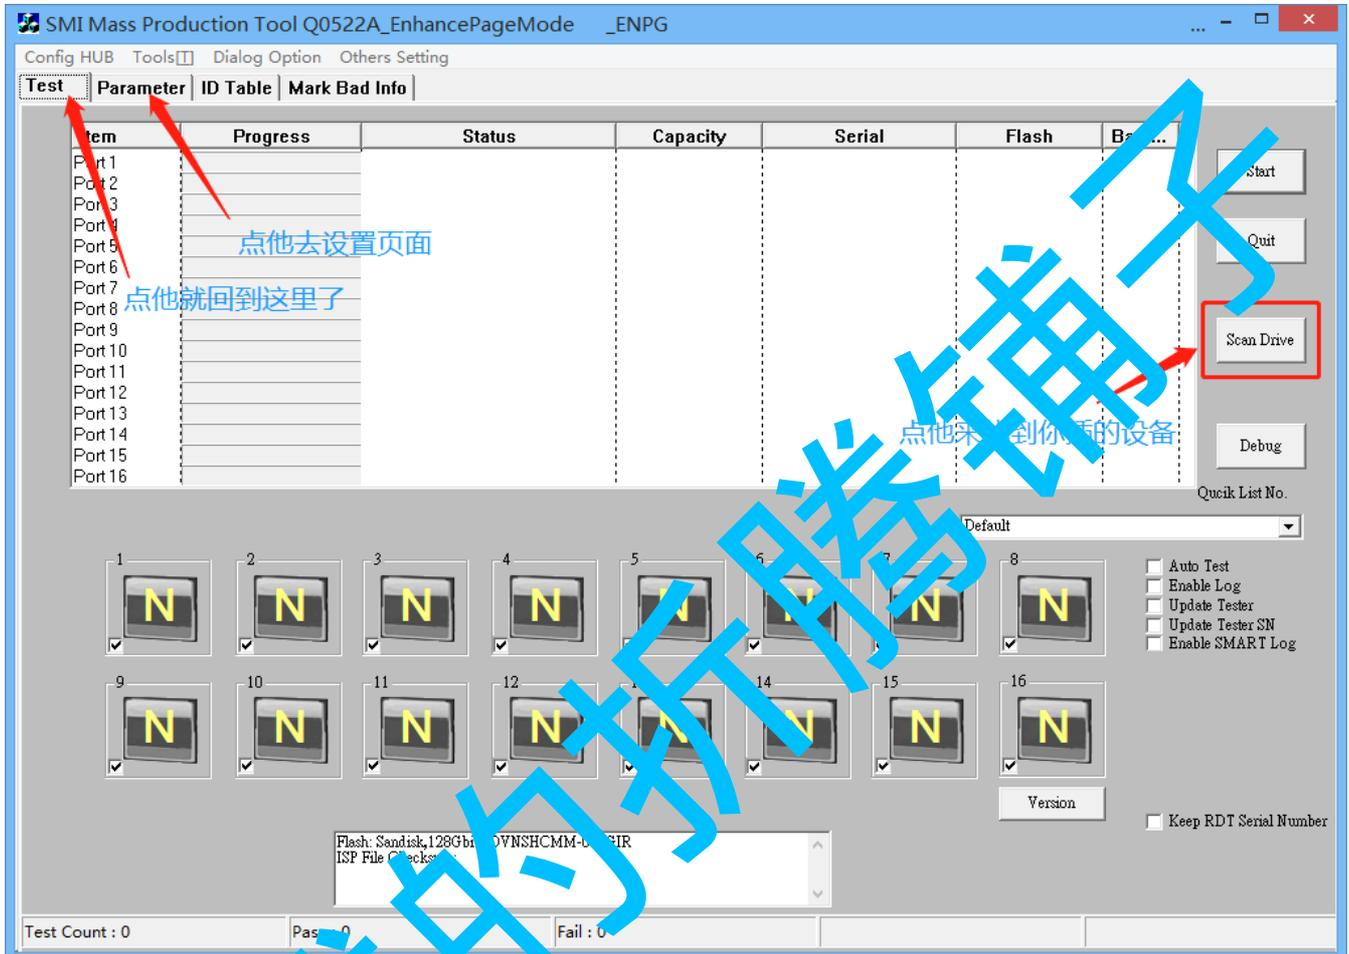

图 2
2. 打开软件，进入如图 2 所示主界面，如果未开卡过的板子，直接插上，磁盘管理里有 1024M 即可，如没有，短接 ROM 跳线，再插入焊接好的主控板，此时在点击图中所示 Scan Driver，如焊接不正常或转接卡不兼容，可能耗时很久或卡死软件，ONFI 阵营颗粒需要拆掉 Toogle 跳线，Toggle 颗粒必须装，否则开卡会报错；